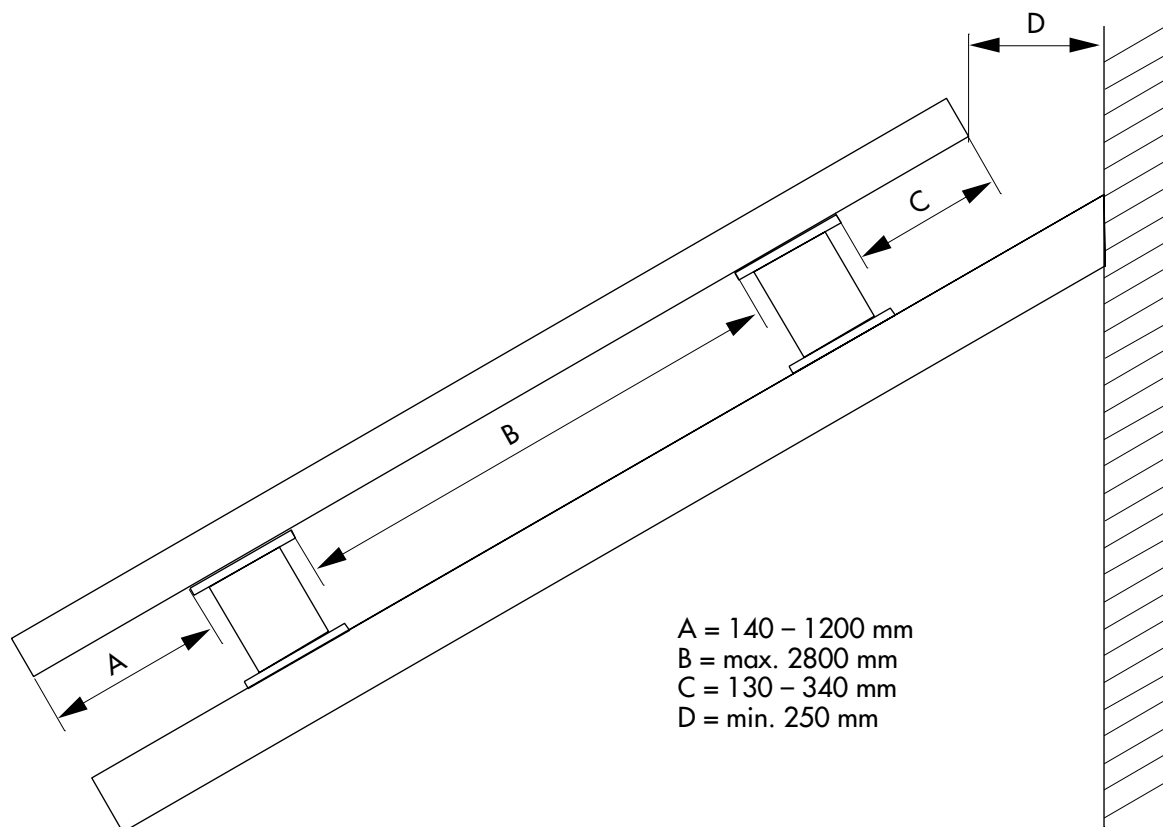

Abb. 1
1. Die Führungsschienenkonsolen werden auf den Profilen des Wintergartens montiert. Platzieren Sie sie gemäß untenstehenden Minimal- bzw. Maximal-Abständen! (Abb. 1)